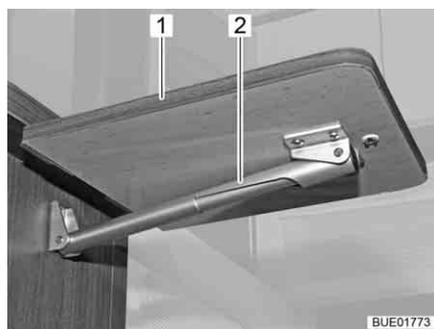

Fig. 137 Tavolo ribaltabile su bancone, aperto
- Rimuovere il tavolo ribaltabile su bancone (Fig. 137,1) dai supporti magnetici con un movimento delicato.
- Orientare il piano del tavolo verso l'alto, fino all'aggancio dell'elemento di fissaggio del supporto telescopico (Fig. 137,2).